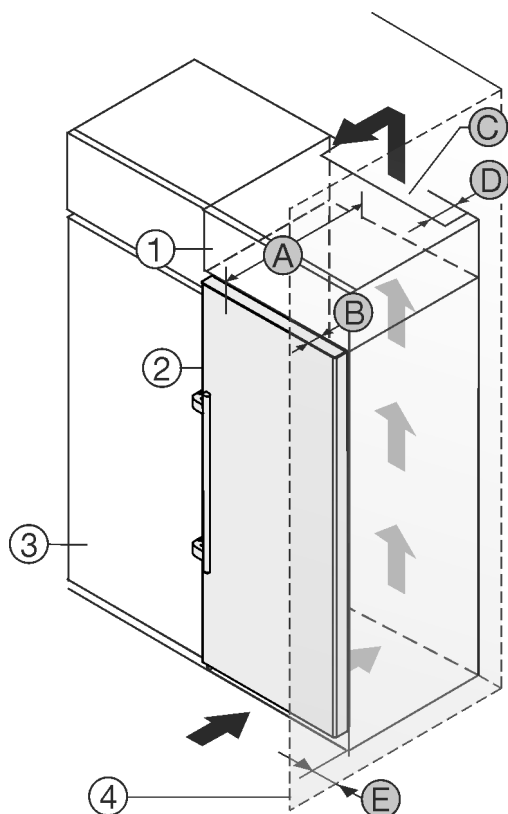

Fig. 20
A készüléket körbe lehet építeni konyhaszekrényekkel. Rá lehet szerelni Fig. 20 (2) egy rátétszekrényt, hogy a készüléket a konyhabútorok magasságához Fig. 20 (1) igazítsa.
A készüléket közvetlenül a konyhaszekrény Fig. 20 (3) mellett is felállíthatja. Ahhoz, hogy az ajtókat teljesen ki tudja nyitni, a készüléknek a konyhaszekrény elülső oldalához képest legalább a mélységnek Fig. 20 (B) megfelelően ki kell állnia. A konyhaszekrények mélységétől és a fali távolságtartók használatától függően a készülék nagyobb mértékben is kiállhat.
- A rátétszekrény hátoldalán egy mélységű Fig. 20 (D) szellőző aknákat kell a rátétszekrény teljes szélességében kialakítani.
- A mennyezett alatt be kell tartani a szellőző keresztmetszetet Fig. 20 (C).
Mikor a készüléket a csuklópántokkal egy fal Fig. 20 (4) mellett állítja fel, akkor a készülék és a fal közti távolságot Fig. 20 (E) be kell tartani. Ez nyitott ajtó esetén megfelel a fogantyú túlnyúlásának.